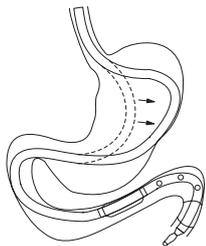

図14
15. 吸引用コネクタからインジェクションコネクタを取り外した後、本品を更に挿入し、胃内でたるませる(図14)。